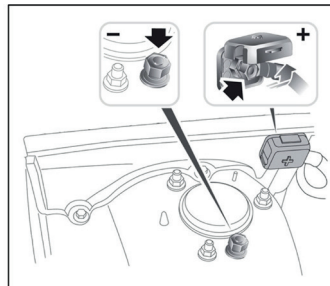

Fig. 4
**ADVERTENCIA:** No pruebe a través de los postes de arranque. Para los modelos que sostienen la batería debajo del asiento o en la cajuela, el fabricante generalmente incluye postes conductores del conector de arranque debajo del capó (Fig. 4) para facilitar el arranque. Sin embargo, para garantizar la precisión de los datos y la seguridad de la operación, **NO CONECTES EL PROBADOR DE BATERÍA A LOS POSTES DE ARRANQUE.**